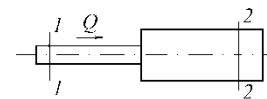

Рис. 3
- Определить потерю напора на внезапное расширение потока (рис. 3), если известны показания пьезометров  $h_1 = 16$  см,  $h_2 = 30$  см, диаметры  $d_1 = 20$  мм,  $d_2 = 50$  мм, расход  $Q = 1$  л/с.